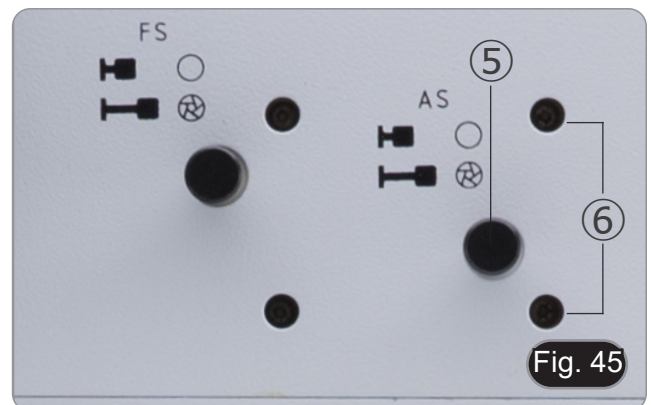

Fig. 45
2. Estrarre completamente il selettore del diaframma di campo ⑤ per chiudere completamente il diaframma. (Fig. 45)
4. Guardando nel portaoculare vuoto, Utilizzando la chiave a brugola in dotazione, utilizzare le due viti di centraggio ⑥ per portare il punto luminoso al centro del campo visivo. (Fig. 45)